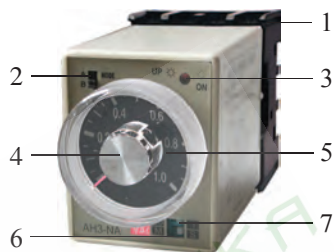

Рис. 1
- a. Установите клеммную колодку 1 (рис. 1) на DIN-рейку.
- d. Подключите настенный таймер (рис. 1) к клеммной колодке так, чтобы соответствующие номера контактов таймера и колодки совпадали.
- c. Включите таймер, подав напряжение на контакты 2 и 7. При включении загорится светодиодный индикатор ON (рис. 1).
- d. С помощью поворотного селектора 4 на циферблате 5 (рис. 1) выберите необходимый временной интервал.